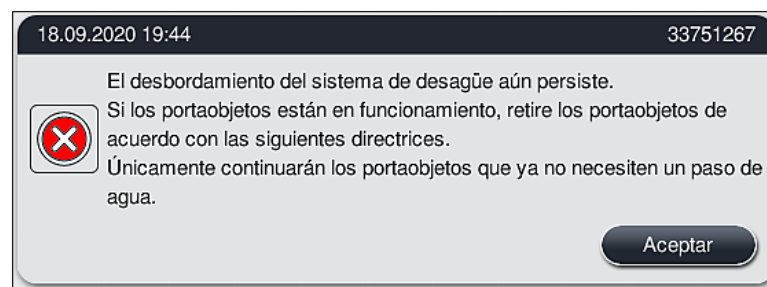

Fig. 125
3. Si el bloqueo sigue sin poder eliminarse a pesar de las medidas de limpieza, las estaciones de agua se desactivan debido al nivel crítico persistente del agua. Las estaciones de agua se identifican como defectuosas en la pantalla. Para cancelar uno o más programas, pulse (→ "Fig. 123-2") o (→ "Fig. 124-2") para iniciar el proceso de cancelación controlada. Los programas que no requieren un paso de agua continúan hasta el final del proceso de tinción. Todas las cestas restantes que sigan necesitando al menos un paso de agua deben cancelarse y retirarse del instrumento. Confirme el siguiente mensaje (→ "Fig. 125") pulsando **Aceptar**.